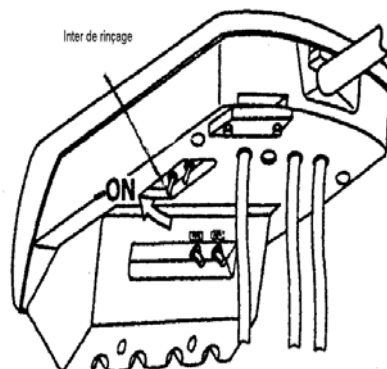

Fig 6-4 Inter de rinçage
- 6 Rinçage des cordons (fig 6-4)